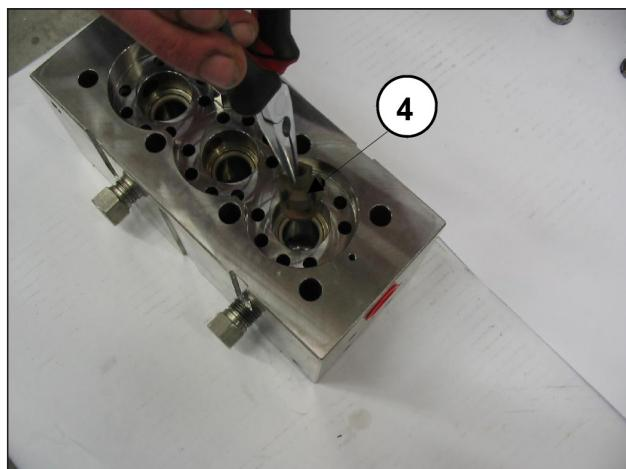
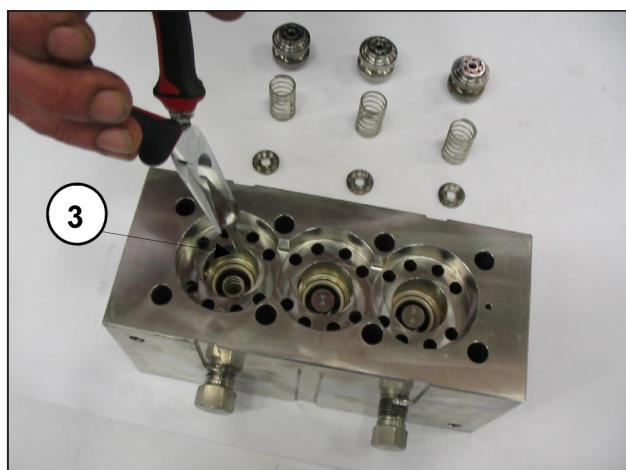

Fig. 26
Fig. 27
- Extraer los platinos de envío ③, las guías ④ y los muelles como se indica en la Fig. 26 y la Fig. 27, controlar el desgaste y sustituirlos si es necesario. En cualquier caso, respetar los intervalos indicados en la tabla "MANTENIMIENTO PREVENTIVO" del capítulo 11 del **Manual de uso y mantenimiento**.